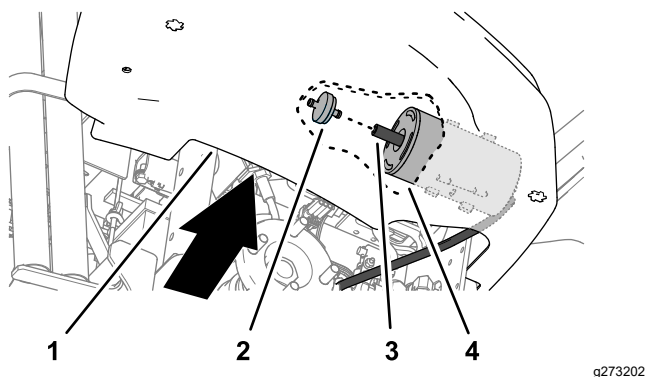

Figura 31
4. Raggiungendo la zona dietro il bordo inferiore interno del quadro di comando, tirate il filtro del canister a carboni attivi indietro e fuori dal flessibile all'estremità del canister a carboni attivi (Figura 31).
5. Inserite un nuovo filtro del canister a carboni attivi nel flessibile all'estremità del canister a carboni attivi (Figura 31).